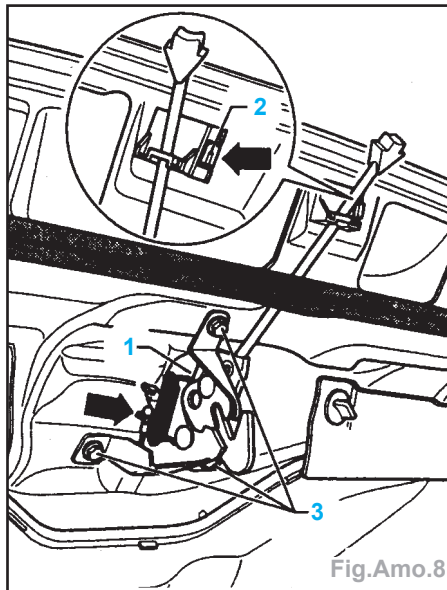

Fig.Amo.8
- Pousser vers la G, dans le sens de la flèche, l'ergot de fixation (2) placé sur le support de tringle de commande et retirer le support (Fig.Amo.8).
- Dévisser les vis à six pans (3).
- Retirer la serrure de capot (1) et décrocher le câble Bowden de serrure de capot (flèche).